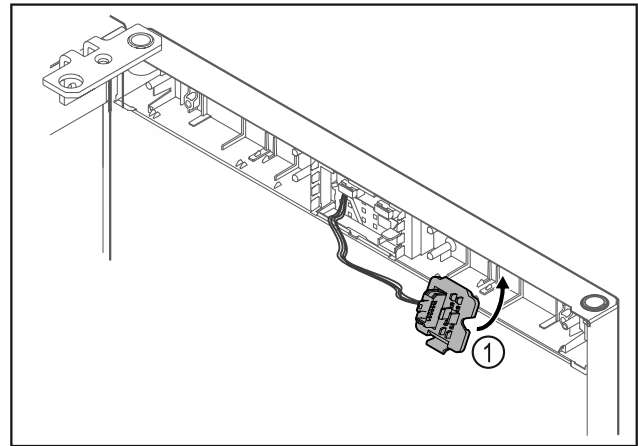

Fig. 25
- ▶ Encajar el soporte del conector Fig. 25 (1) en el lado contrario.